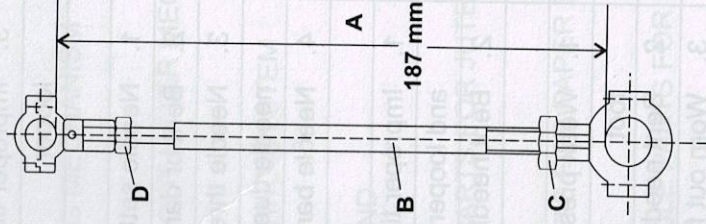

FIG 16
14. ADJUSTMENT THE HEIGHT OF FEED DOG : FIG 16